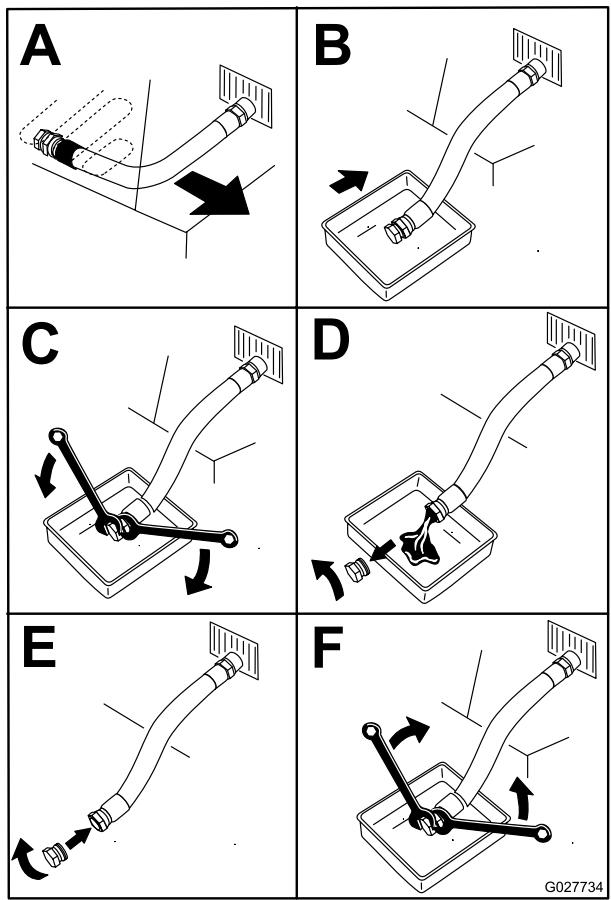

Figure 55
- Avant de quitter la position d'utilisation, coupez le moteur, retirez la clé de contact et attendez l'arrêt complet de toutes les pièces mobiles (Figure 55).